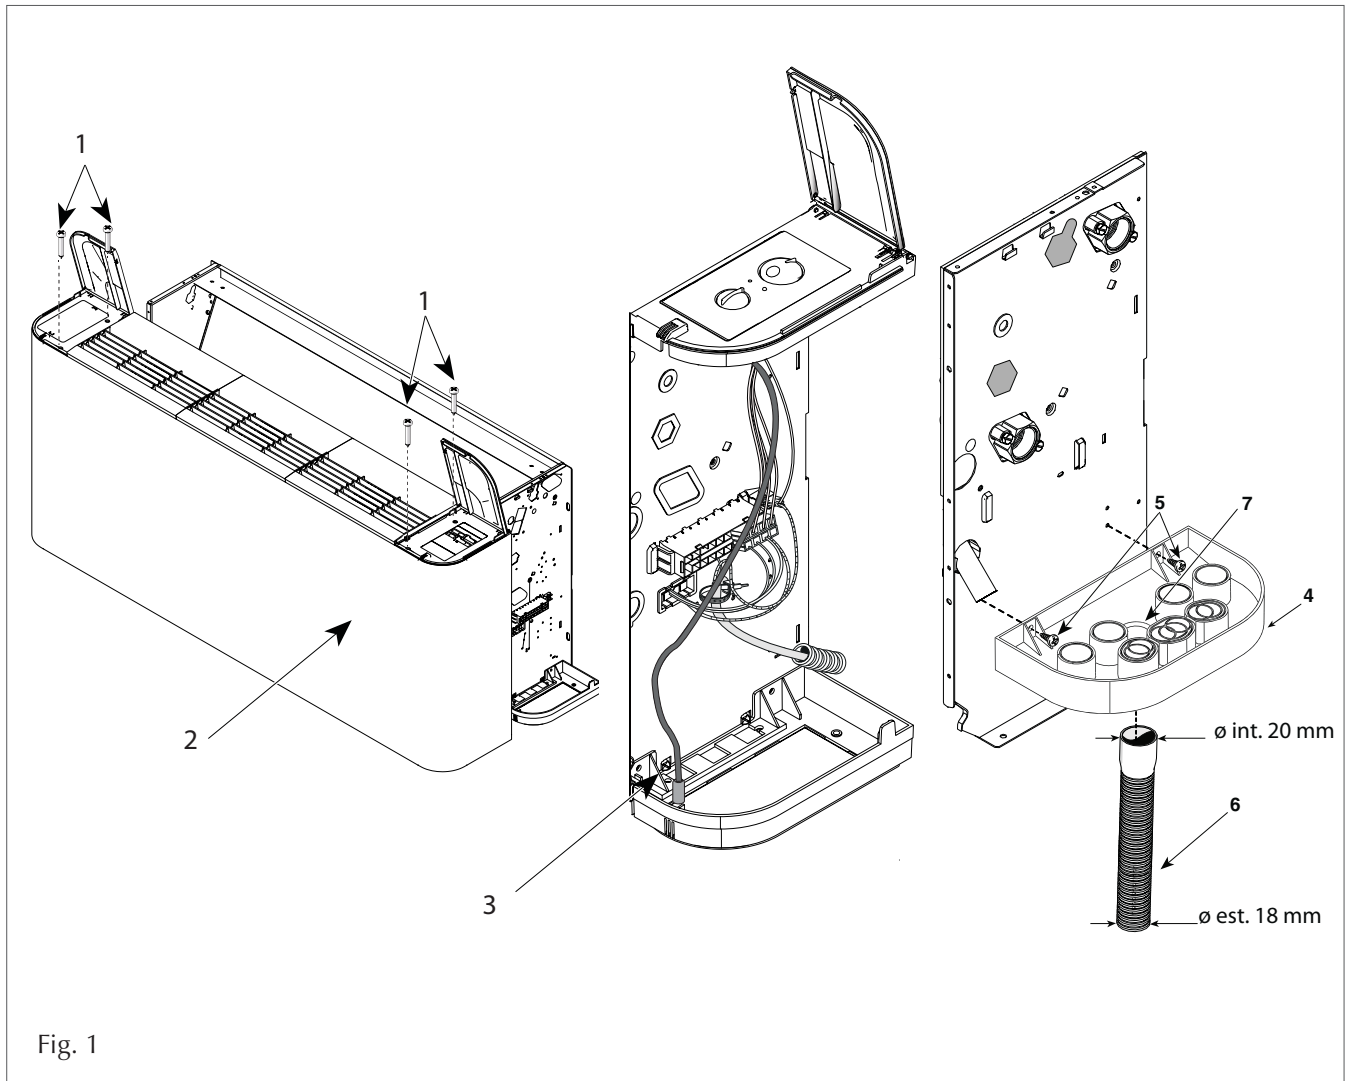

Fig. 1
per versione FCZ ___A: togliere le quattro viti (1 fig. 1) che fissano il mantello al frutto e sfilare il mantello di copertura (2 fig. 1), avendo cura prima di staccare la sonda temperatura ambiente se presente. (3 fig.1)
per versione FCZ ___U: togliere le quattro viti (1 fig. 1) che fissano il mantello al frutto e sfilare il mantello di copertura (2 fig. 1) avendo cura prima di staccare i connettori elettrici del microinterruttore consenso ventilatore e, se presente, la sonda temperatura ambiente.(3 fig.1)
– fissare la bacinella (4 fig. 1) all'apparecchio con le apposite viti (5 fig. 1);
– collegare il tubo di scarico (6 fig. 1) allo scarico bacinella (7 fig. 1) ;
for the FCZ ___A version: remove the four screws (1 fig. 1) that secure the case to the contact block and slide off the cover case (2 fig. 1), making sure you first disconnect the room temperature probe, if fitted. (3 fig.1)
for the FCZ ___U version: remove the four screws (1 fig. 1) that secure the case to the contact block and slide off the cover case (2 fig. 1), making sure you first disconnect the electrical connectors of the fan consent micro-switch and the room temperature probe (3 fig. 1), if fitted.
– secure the tray (4 fig. 1) to the unit with the screws (5 fig. 1);
– connect the drain pipe (6 fig. 1) to the tray drain (7 fig. 1) ;
pour la version FCZ__A : déposer les quatre vis (1 fig. 1) qui fixent la chemise au produit et ôter la chemise de carrosserie (2 fig. 1), en ayant d'abord soin de détacher la sonde de température ambiante, si elle est présente. (3 fig.1)
pour la version FCZ__U : déposer les quatre vis (1 fig. 1) qui fixent la chemise au produit et ôter la chemise de carrosserie (2 fig. 1), en ayant d'abord soin de détacher les connecteurs électriques du microrupteur d'autorisation du ventilateur et, le cas échéant, la sonde de température ambiante (3 fig.1).
– fixer le bac (4 fig. 1) à l'appareil avec les vis prévues à cet effet (5 fig. 1);
– raccorder le tube de vidange (6 fig. 1) au raccord de vidange du bac (7 fig. 1) ;
Für die Ausführung FCZ__A: Die vier Schrauben (1 Abb. 1) mit denen der Gehäusemantel am Innenteil befestigt ist, lösen und den Gehäusemantel abziehen (2 Abb. 1), dabei zuerst die Sonde der Umgebungsluft, falls vorhanden, abtrennen. (3 Abb.1)
Für die Ausführung FCZ__U: Die vier Schrauben (1 Abb. 1) mit denen der Gehäusemantel am Innenteil befestigt ist, lösen und den Gehäusemantel abziehen (2 Abb. 1); dabei zuerst die elektrischen Verbindungsstecker des Mikroschalters für die Freigabe des Gebläses und, falls vorhanden, die Sonde der Umgebungsluft (3 Abb. 1) abtrennen.
– Die Wanne (4 Abb. 1) mit den entsprechenden Schrauben (5 Abb. 1) am Gerät befestigen.
– Die Ablassleitung (6 Abb. 1) am Auslass der Wanne (7 Abb. 1) anschließen.